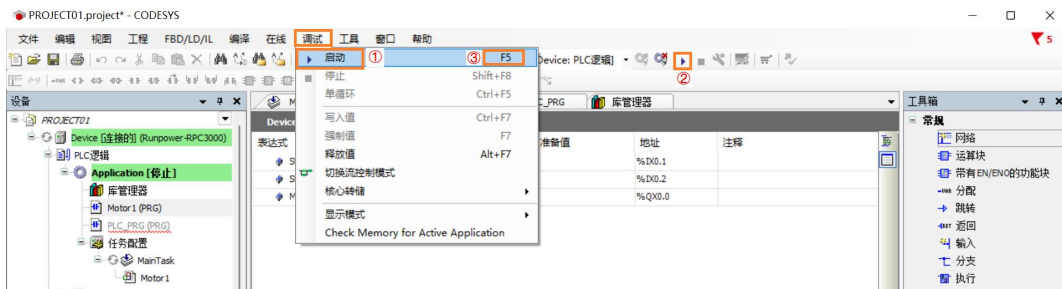

图 1.54 启动程序
设备登录后，用户可通过以下三种方式启动程序，如图 1.54 所示。①点击菜单栏的“调试”，选择“启动”；②点击工具栏的▶图标；③快捷键 F5。